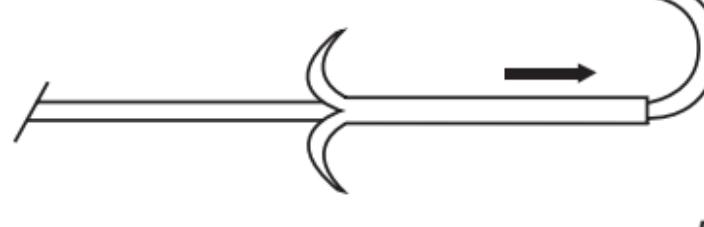

Fig. 1
- a) Deslide o retificador Peel-Away para a frente para abrir a ponta do cateter. (Fig. 1)